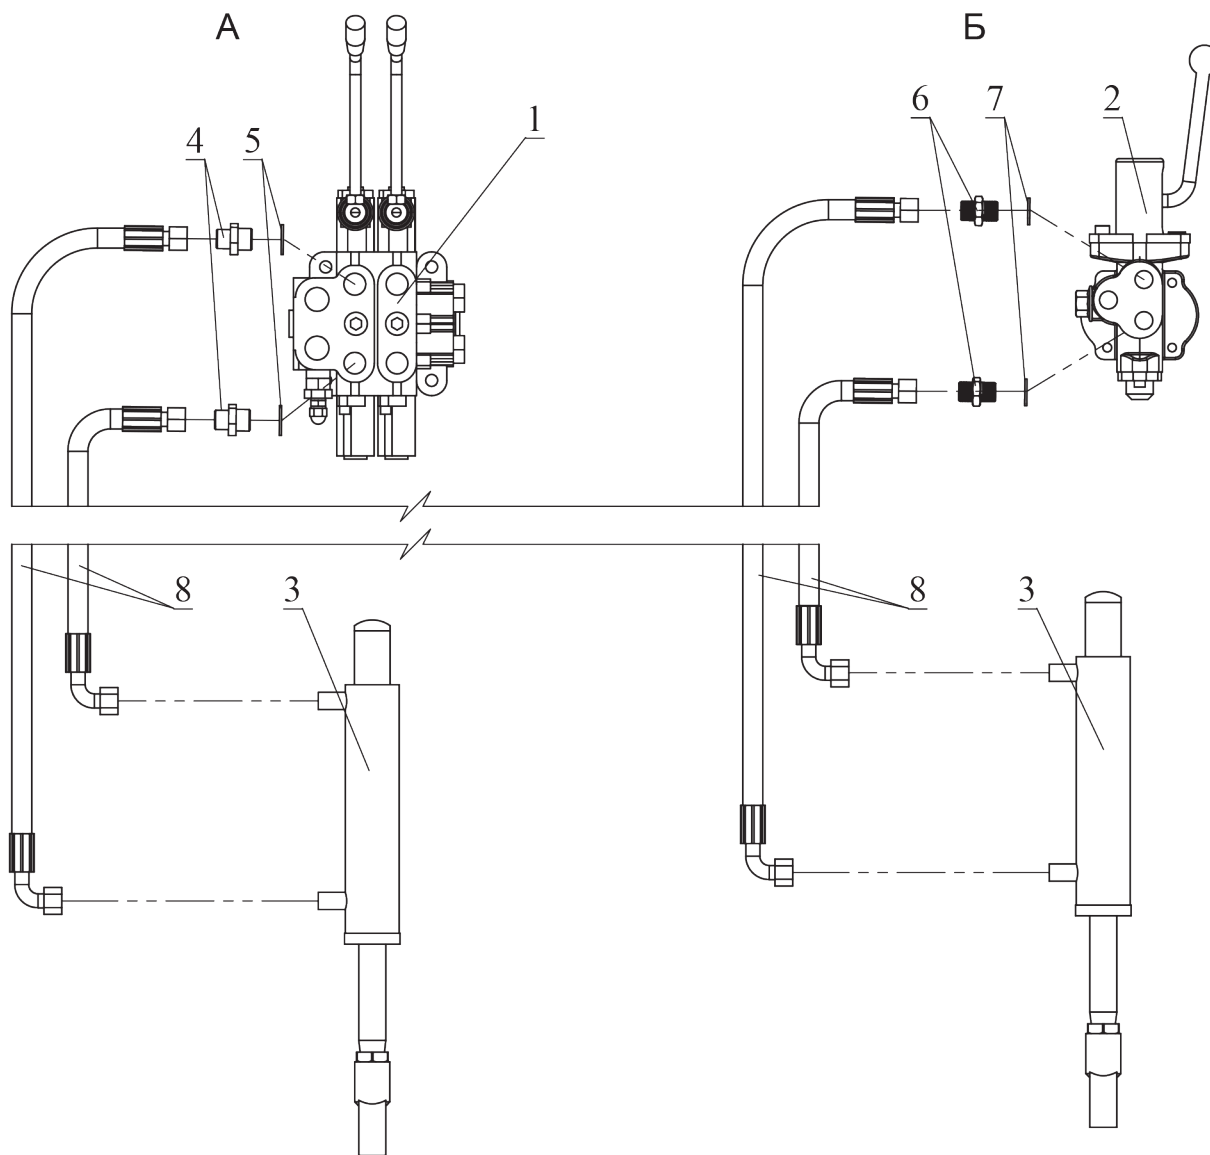

Рисунок 2. Схема подключения гидравлики
12. Присоедините косилку к гидрораспределителю мини-трактора, согласно Рис. 2 используя подходящие штуцера и протяните гидравлические шланги вдоль рамы мини-трактора;